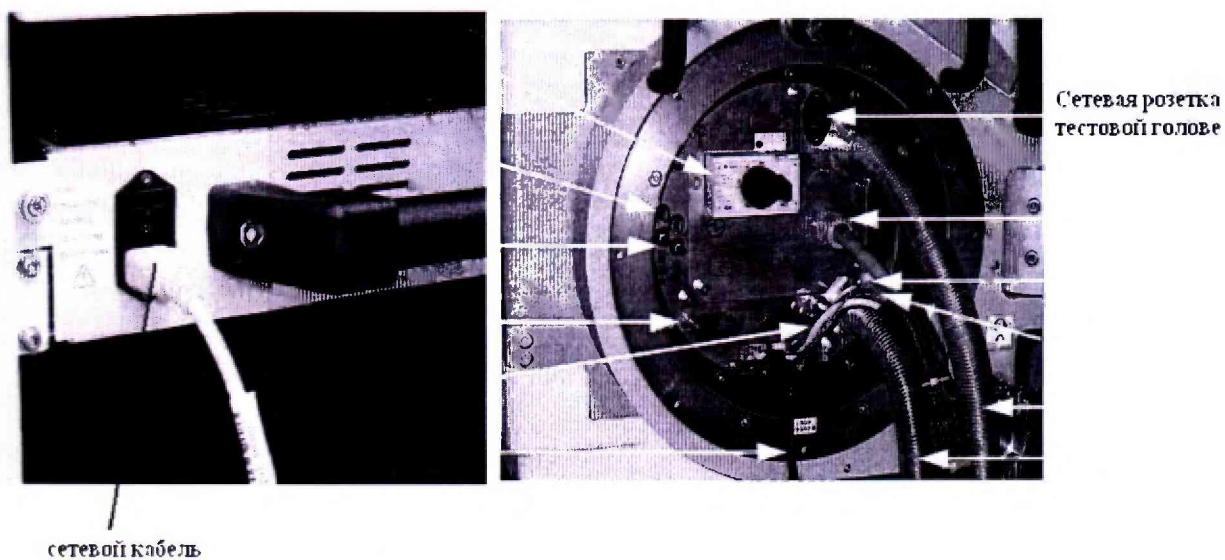

Рисунок 20 - Розетка для сетевого кабеля в калибровочном роботе
7.5.4.8 Подсоединить сетевой кабель к розетке на калибровочном роботе с одной стороны и сетевой розетке в тестовой голове с другой (рисунок 20).